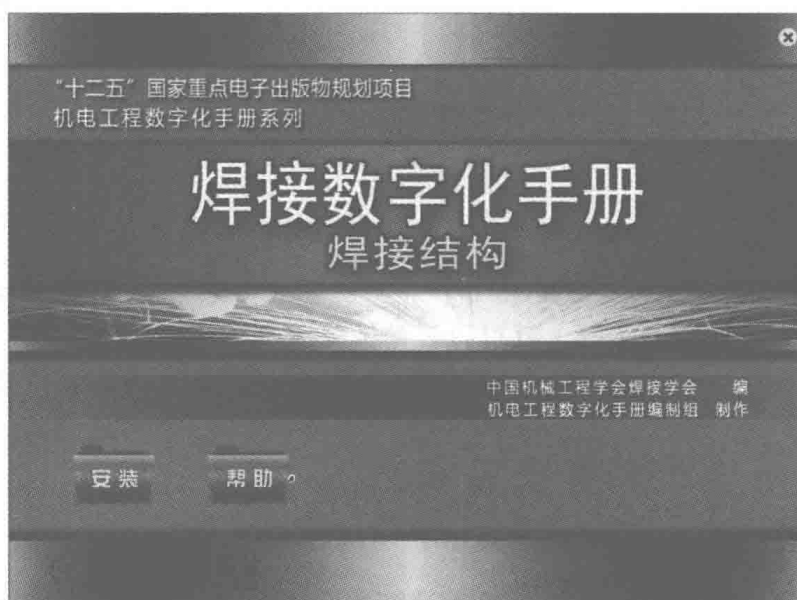

图 1-1 初始界面
- 2) 光盘自动运行，显示初始界面，如图 1-1 所示，单击“安装”按钮即可进行安装。